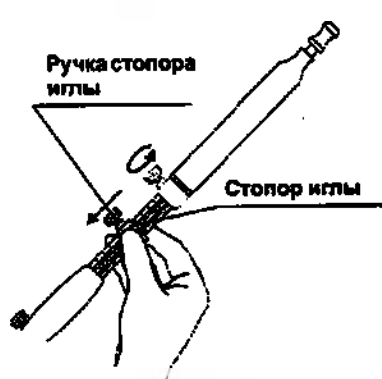

Рис. 13
3. Ослабьте ручку стопора иглы, повернув ее против часовой стрелки, удерживая стопор иглы в неизменном положении, чтобы задать глубину введения трубки иглы (см. Рис. 13).